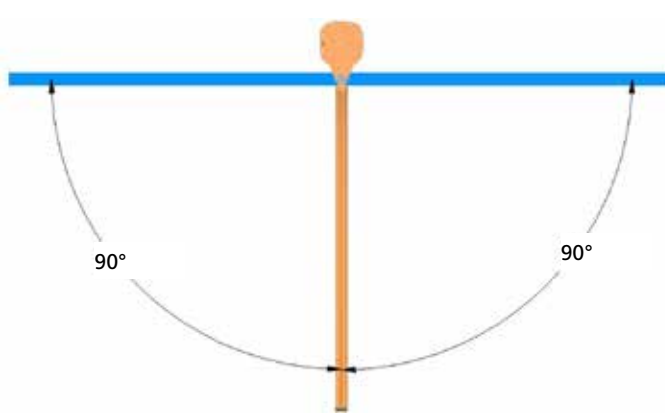

fig.83
2. Eseguire la verifica di planarità del braccio con l'ausilio di una livella. Eseguire tale controllo ruotando il braccio di 90° a sinistra ed a destra (fig. 83).